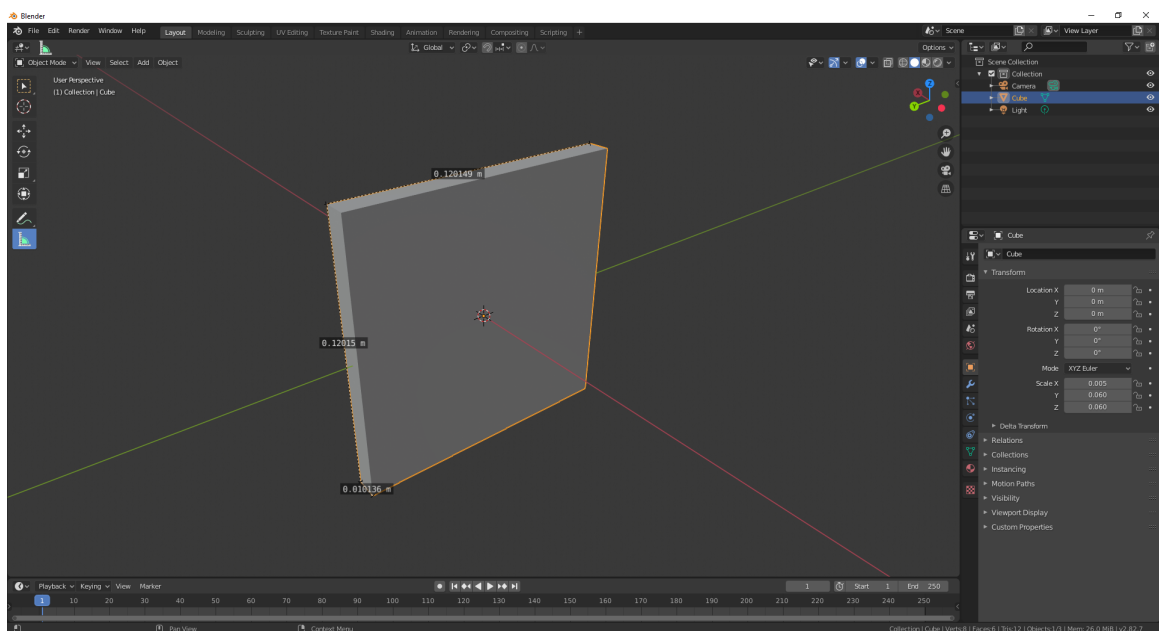

Figura B.2: Cambio en las dimensiones del cubo
Primero abrimos Blender y creamos un nuevo archivo, nos aparecerá una escena con un cubo en el centro, este cubo lo vamos a transformar en nuestra marca. Por defecto el cubo debería medir 2x2x2 m, de todas maneras vamos a comprobarlo con la herramienta 'Measure' (1). Una vez sabemos la medida el cubo, en 'Object Properties' (2), cambiamos los valores de 'Scale' (3) en cada eje hasta tener un objeto de dimensiones 0,01x0,12x0,12 m, como en la figura B.2.